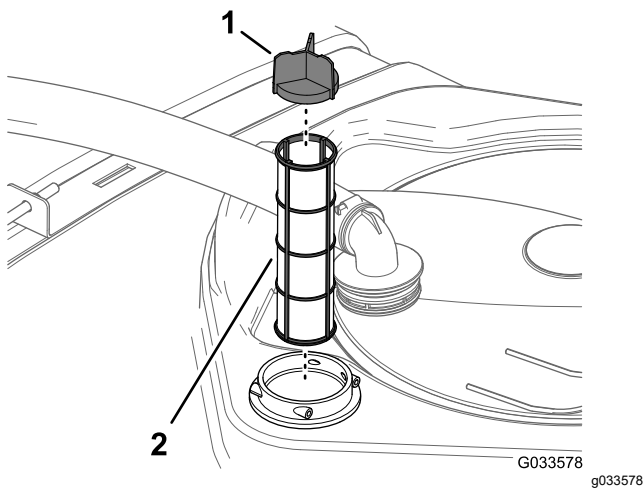

图 101
4. 从药缸内的过滤器外壳中拆除旧的吸入式过滤器 图 101。